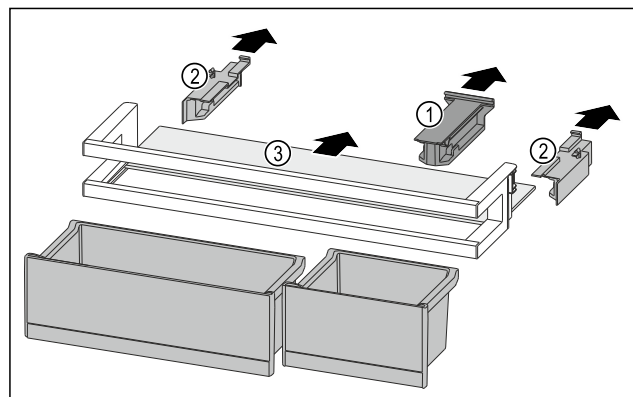

Fig. 132
- Skinite pridržni dio Fig. 132 (1).
- Skinite bočne dijelove Fig. 132 (2).
- Izvadite policu Fig. 132 (3).